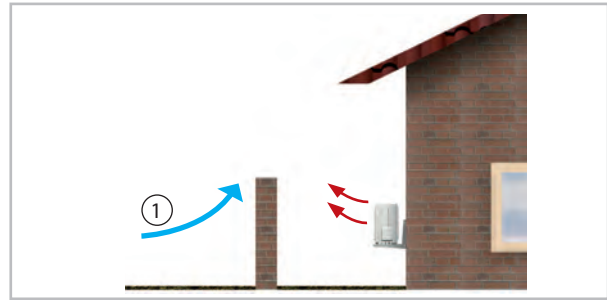
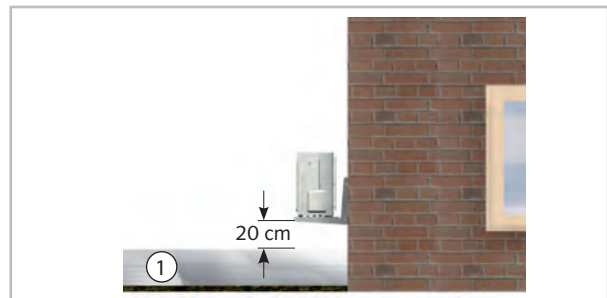

Abb. 65: Schutz vor Wind
Abb. 66: Schutz vor Schnee
- Wird das Außenmodul in einer Gegend mit starkem Wind aufgestellt, muss das Gerät vor dem Wind geschützt werden und es wird ein zusätzliches Stabilisieren empfohlen. Das kann z.B. mit Drahtseilen oder anderen Konstruktionen realisiert werden (Abb. 65). Bei der Montage sind Schneegrenzen zu beachten (Abb. 66).
- Beachten Sie bei der Aufstellung die zu erwartende Schneehöhe und eine Erhöhung um ca. 20 cm, damit ganzjährig ein freies Ansaugen und Ausblasen der Außenluft gewährleistet werden kann (Abb. 66).